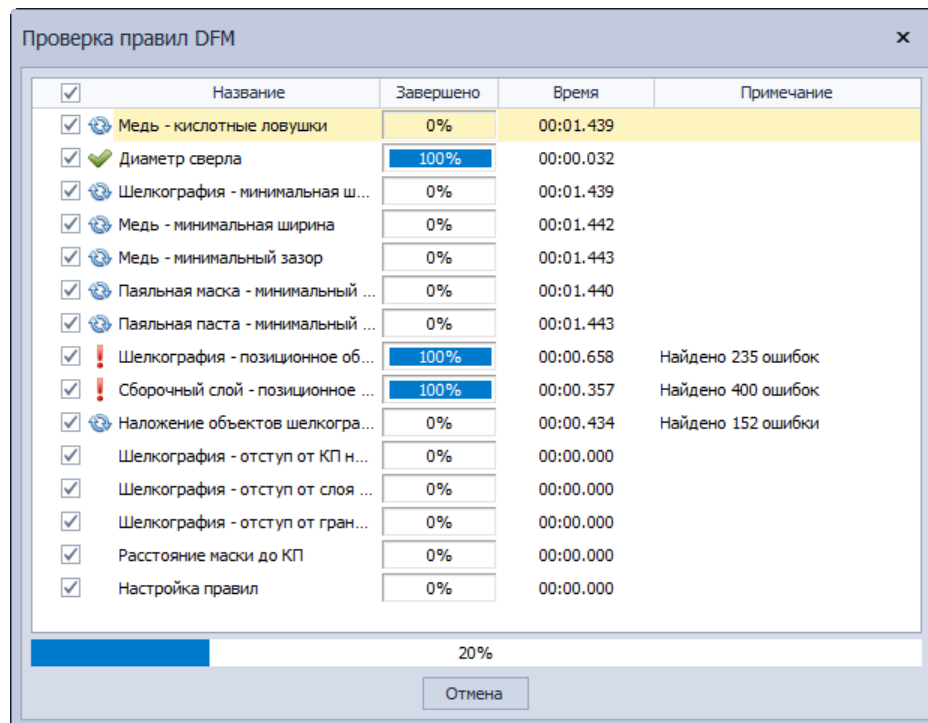

Рис. 453 Отображение процесса DFM-проверки платы
2. В открывшемся окне будет отображен процесс выполнения DFM-проверки платы, Рис. 453.